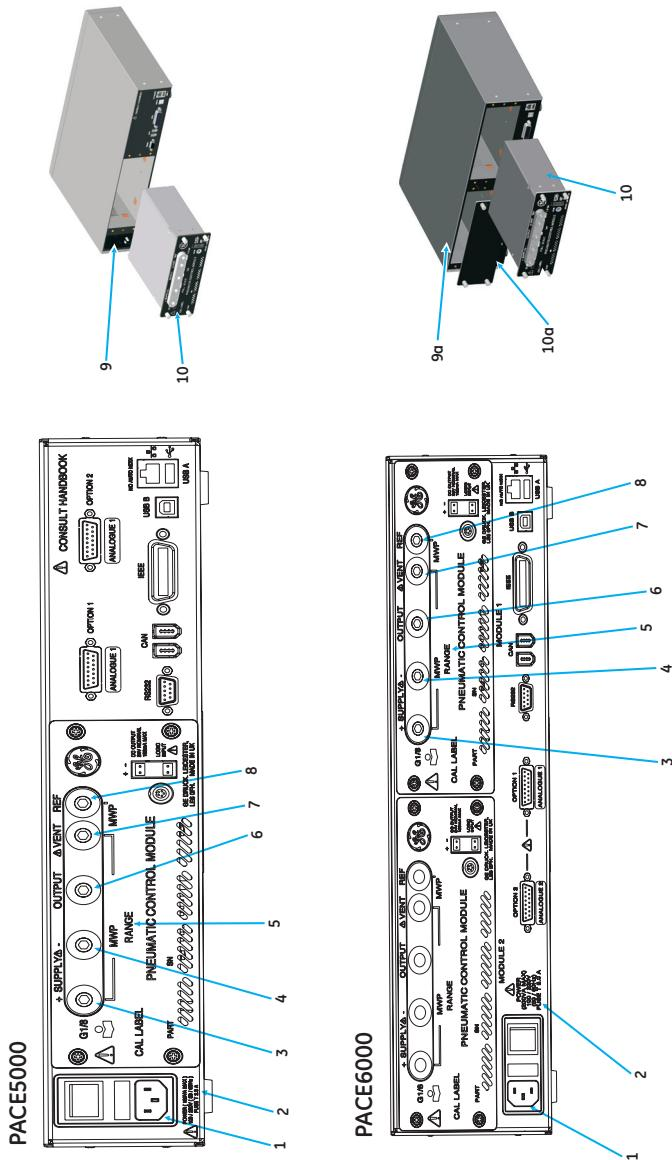

Figura 1
Leyenda de la figura 1
- No aplique presiones superiores a la máxima segura de trabajo indicada en el panel posterior (consulte la figura 1, elemento 5).
- No aplique una energía superior a la máxima indicada en el panel posterior (consulte la figura 1, elemento 2).